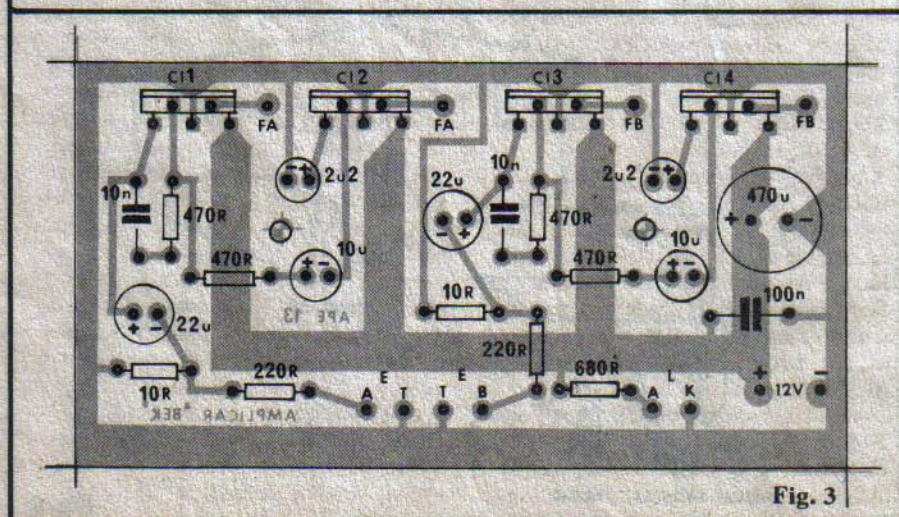

Fig. 3
- FIG.3 - Chapeado da montagem (placa com os componentes, vista pelo lado **não cobreado**). **ATENÇÃO** às posições dos 4 Integrados (C11 a C14), sempre com suas lapelas metálicas voltadas para o lado externo da placa. Observar também as polaridades dos vários capacitores eletrolíticos, bem como os valores dos demais componentes. Notar as codificações das ilhas periféricas (para as conexões externas à placa). Apenas cortar as sobras de terminais (pelo lado cobreado) após conferir todas as posições, ligações e qualidade dos pontos de solda.